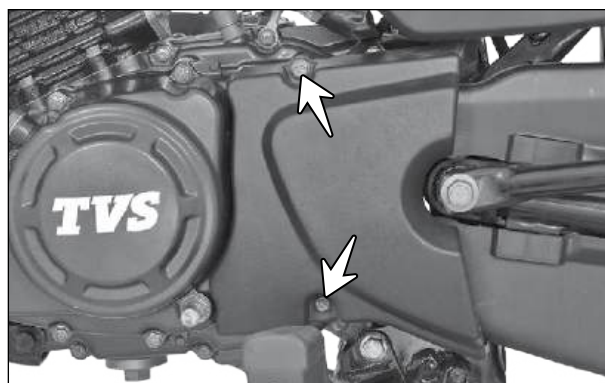

Fig. 2.57
- Remova os parafusos (M6x25) (setas) de fixação da tampa do pinhão da transmissão e retire a tampa. (Fig. 2.57)